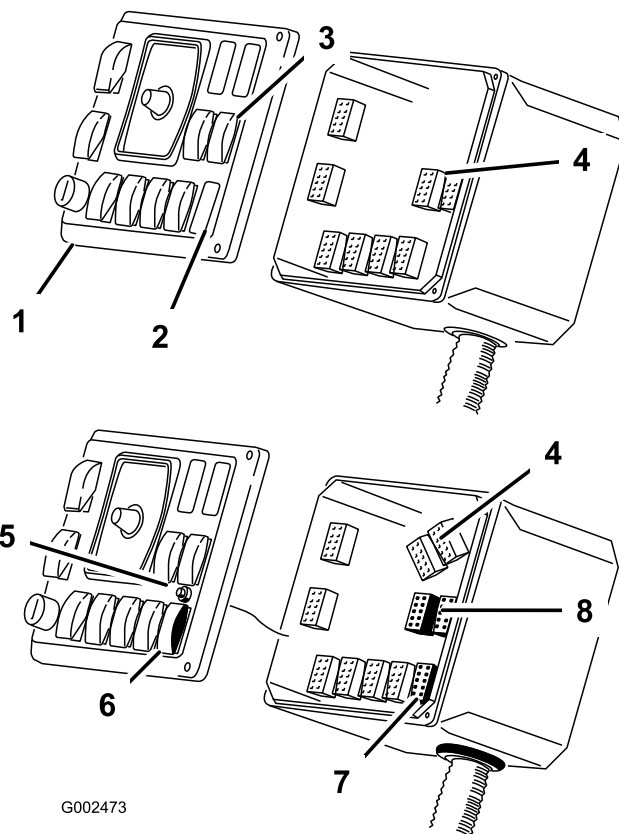

図 20
3. 穴の裏側から、インジケータ・ランプをセットする。付属のねじ類をつかって、ランプをフロント・パネルに固定する (図 20)。
4. フロント・パネルからソニック・ブーム用のスイッチを外して、そこにソニック・ブーム用ロッカー・スイッチを取り付ける (図 20)。
5. ブーム昇降スイッチ用のプラグを探し出してこれを外す (図 20)。